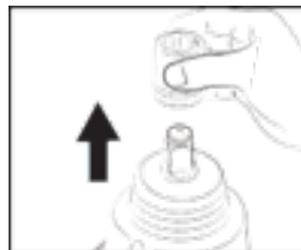

Fig.9B
3. Para remover a chave, puxe esta do veio. (Fig. 9B)